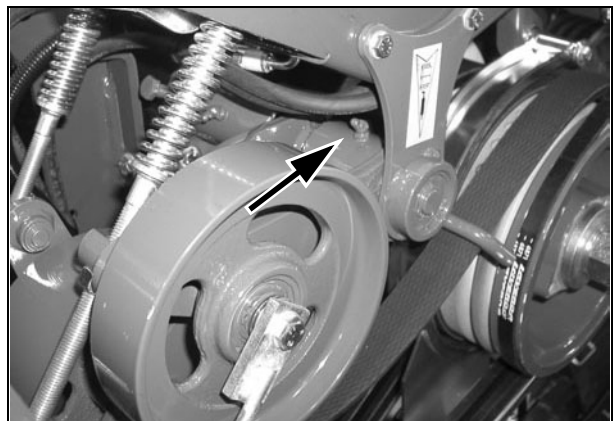

Рис. 16
11.)Натяжитель ремня разгрузочного шнека - Рис. 16